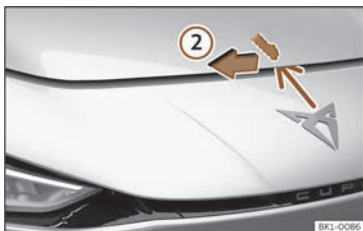

Fig. 184 Leva sotto il cofano del vano motore.
- Per aprire il cofano, premere verso sinistra con il palmo della mano la leva fino al fondo della leva situata al di sotto il cofano stesso, al centro >>> **fig. 184** ②. I ganci di fissaggio si sbloccano.